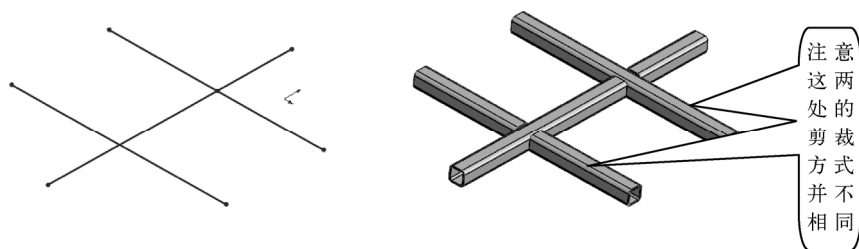

图 9-16 路径线段拆分方式对于剪裁的影响
3) 路径线段的拆分方式和拆分的数量决定了结构件在其交点处的剪裁方式，如图 9-16 所示。